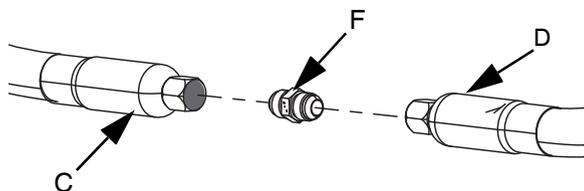

FIG. 20
- 6. Se estiver a utilizar duas mangueiras de abastecimento (C e D), use o encaixe da mangueira de abastecimento 1 à mangueira de abastecimento 2 (F) para ligar a mangueira de abastecimento 1 (C) à mangueira de abastecimento 2 (D). Consulte a FIG. 20.